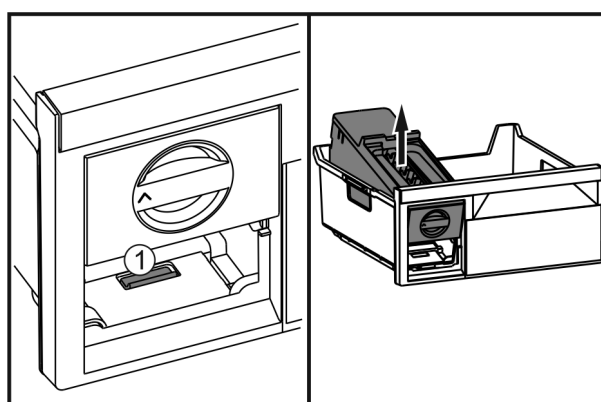

Fig. 36
- ▶ Trykk på bøylen Fig. 36 (1), løft opp EasyTwist-Ice bakfra og ta den ut av innfrysningsskuffen.